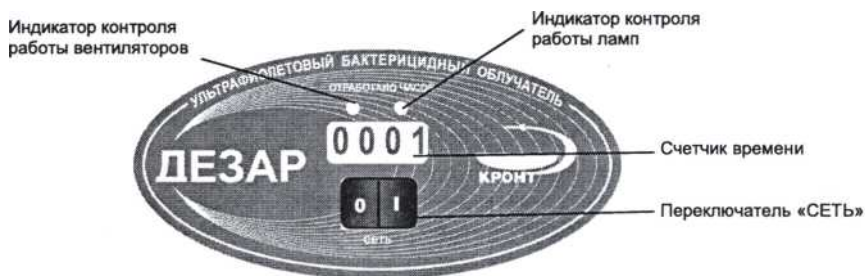

Рис.1
5.6. Переключатель «СЕТЬ» расположен на лицевой панели крышки (рис.1).
5.7. Световые индикаторы (рис.1), расположенные на панели управления, контролируют поступление напряжения питания на лампы и вентиляторы, сигнализируют о выходе из строя ламп, предохранителя цепи вентиляторов. При отсутствии напряжения индикатор гаснет.